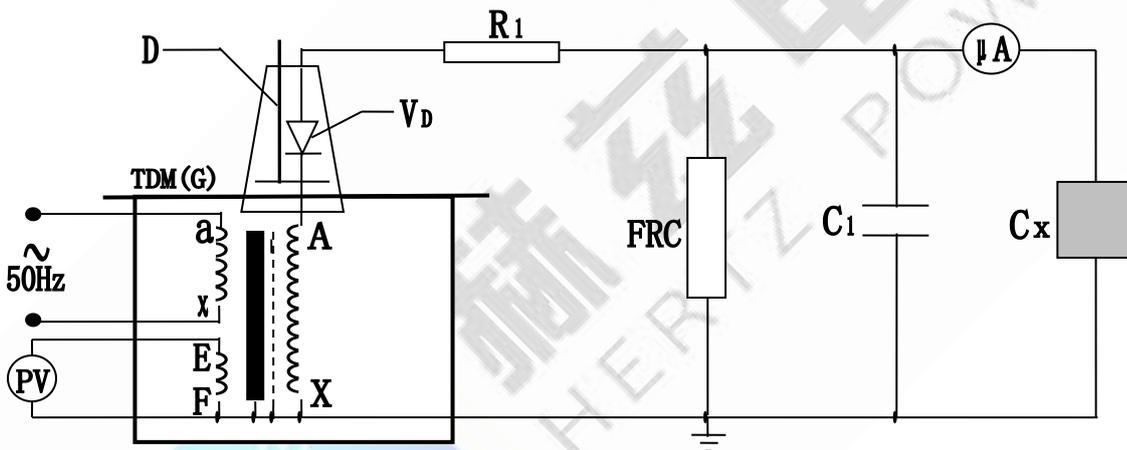

图 7：高压直流泄露试验接线图
2、TDM(G) 工频耐压试验装置在做被试品的直流耐压或泄露试验时接线原理图如图 7。
注：此试验应先抽出短路杆“D”，图 7 中所示。